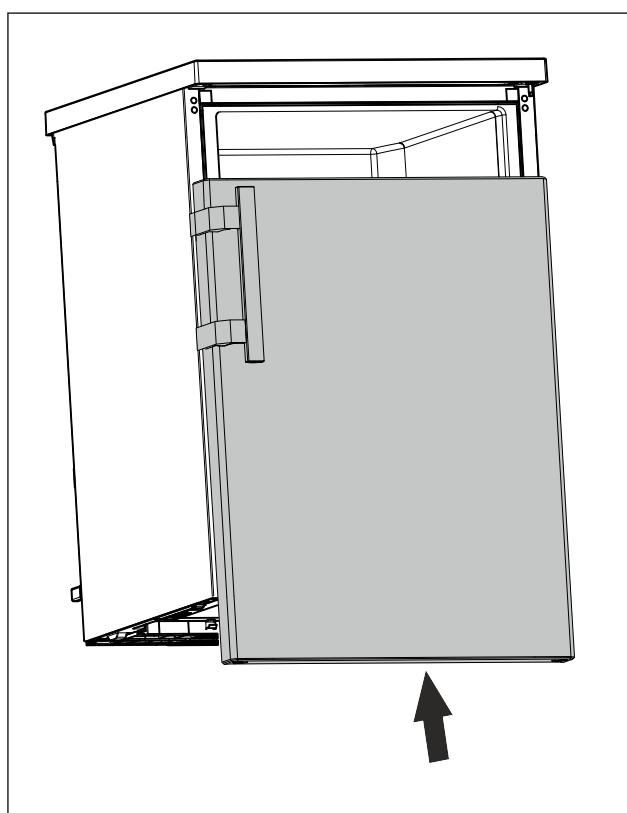

Fig. 15
- У закритому стані насуньте дверцята на верхній болт. (див. Fig. 15)